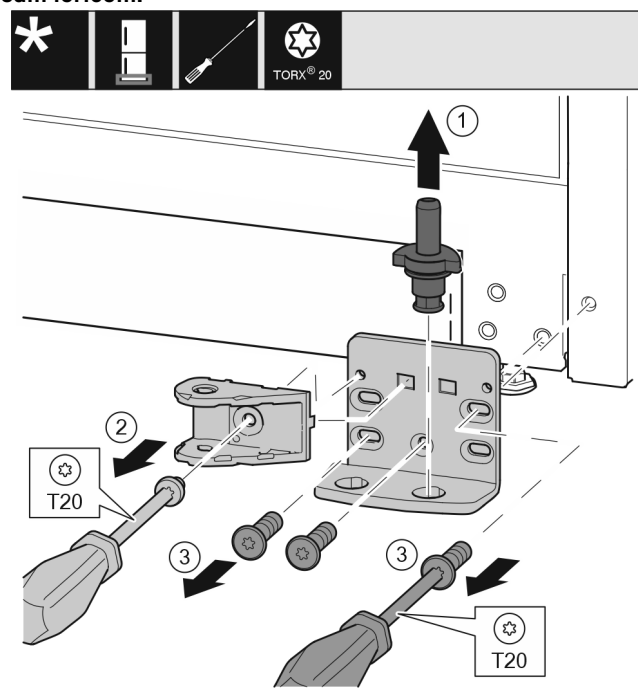

Fig. 34 *
- ▶ Izvelciet pilnīgi ārā uz augšu gultņa tapu. Fig. 34 (1)*
- ▶ Izskrūvējiet skrūvi ar skrūvgriezi T20 un noņemiet durvju amortizatora savienojumu. Fig. 34 (2)
- ▶ Izskrūvējiet skrūves ar skrūvgriezi T20 un noņemiet gultņa balstu. Fig. 34 (3)*